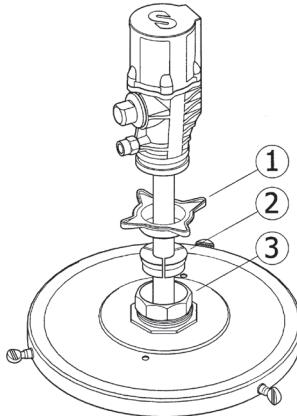

Рис. 2
Данные насосы должны устанавливаться на емкостях, закрываемых крышками, которые снабжаются пробкой 2». Ослабить звездообразную гайку (1) переходника пробки, чтобы снять нижнюю гайку, и ввернуть ее в отверстие крышки, отведенное под пробку 2». Закрепить на всасывающем патрубке звездообразную гайку (1) и три зажима (2). Опустить насос через отверстие и закрепить его на требуемой высоте (рис. 2).